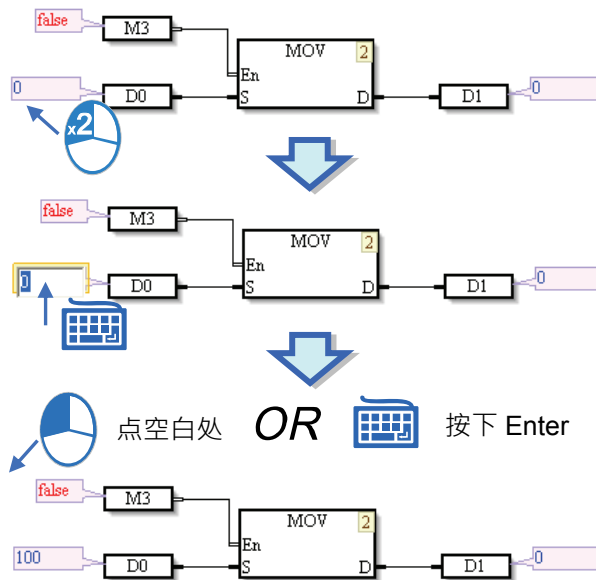

图 12-54 变更数值
(2) 需要对节点内数值进行改变时，直接以鼠标左键双击节点上数值的文字，再输入欲修改的数值，按下键盘「Enter」键，或在空白处点击鼠标左键即可。如图 12-54。